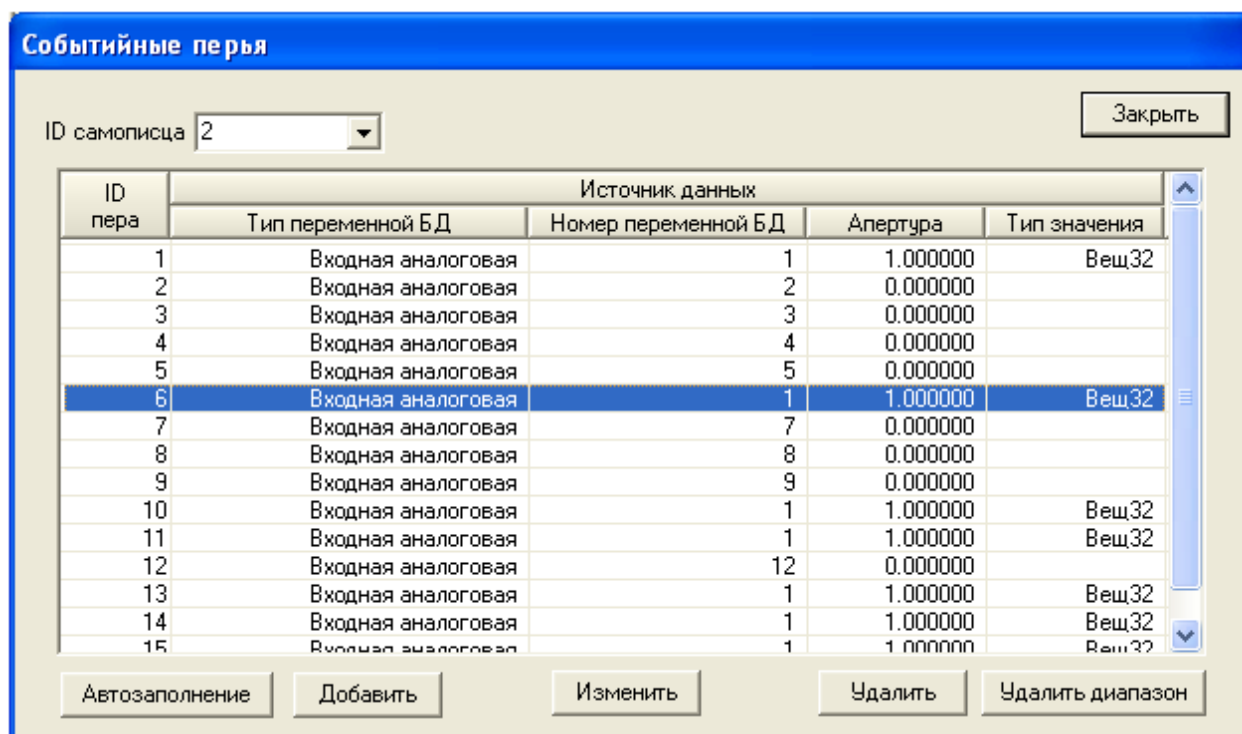

Рисунок 2.15 – Диалоговое окно «Событийные перья»
- 3 В появившемся окне «Событийные перья» (рисунок 2.15) задать необходимые значения параметров.